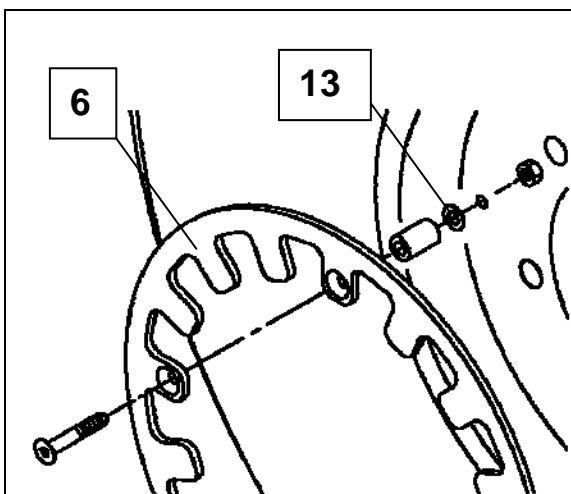

Fig. 7
- La barra (12) può essere usata per il montaggio del sensore nella ruota anteriore del trattore.
- Montare il sensore nel porta morsetto e correggere ogni possibile inclinazione dell'anello con spessori (13). (Fig. 7)